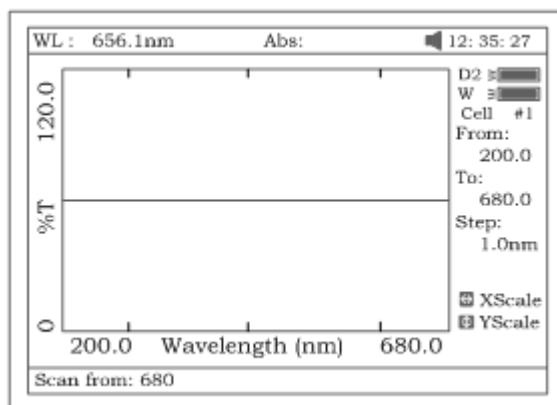

Рисунок 42
1. Чтобы войти в режим сканирования, нажмите клавишу **[F1]**, введите начальное и конечное значения длины волны с цифровой клавиатуры (рис.42). Примечание: Спектрофотометр УФ-6100 выполняет сканирование от большего значения длины волны к меньшему. Просмотрите и выберите шаг и скорость сканирования, пользуясь клавишами **[Λ]** или **[V]**.